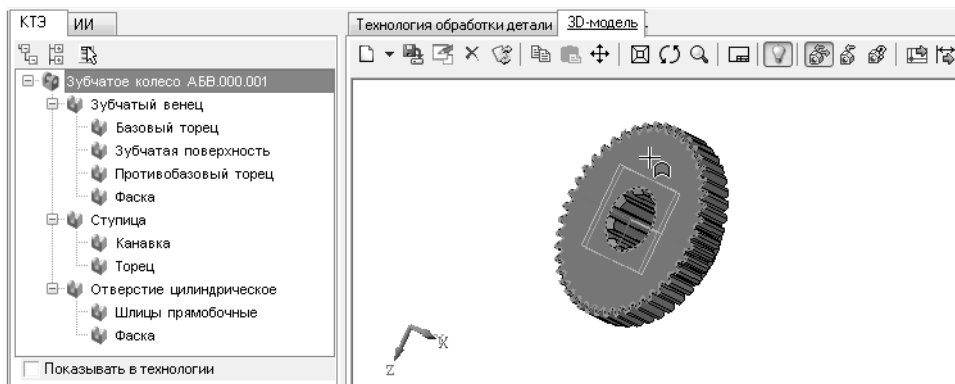

Рис. 8.5.
8. В дереве КТЭ установите курсор на элемент *Базовый торец*. В окне 3D-модели выделите щелчком левой клавиши мыши базовый торец зубчатого венца (рис. 8.5). Он будет подсвечен зеленым цветом.